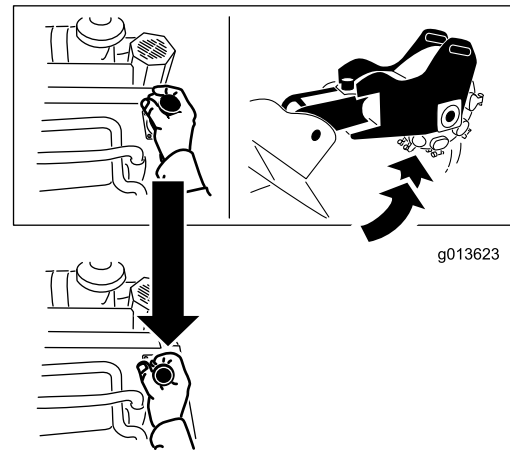

Figura 12
- Per sollevare la tranciatrice, portate la leva indietro (Figura 12).